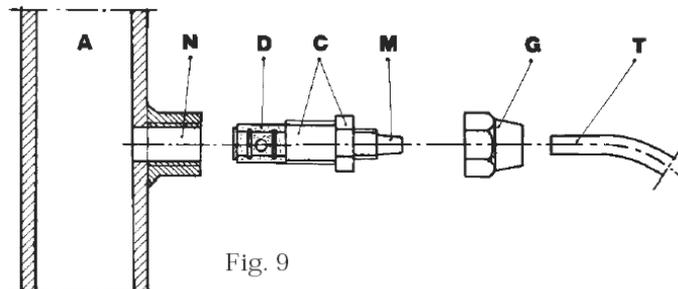

Fig. 9
- g. – Wählen Sie den zweckdienlichsten Dosierpunkt einer Leitung und installieren Sie dort eine 3/8“ T-Stück. Dieses T-Stück ist bauseits bereitzustellen. Schrauben Sie das Dosierventil in das T-Stück unter Verwendung einer Dichtung wie in Fig.9 gezeigt.
Diagramm Fig. 9